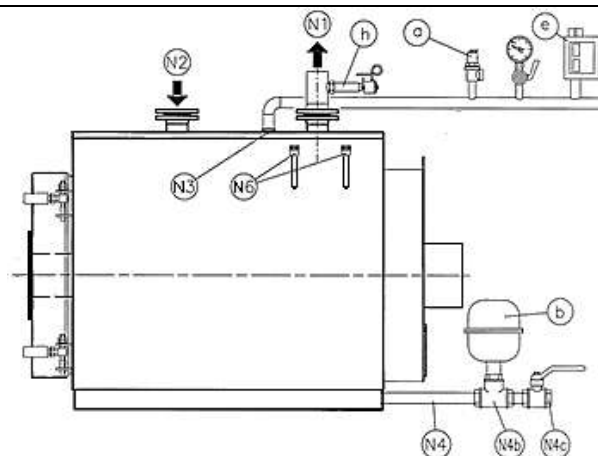

Рис. 3
2.2.1 Водогрейная тепловая установка с закрытым расширительным баком (Мощность топki £ 300.000 ккал/ч - давление 5 бар (Рис. 3))